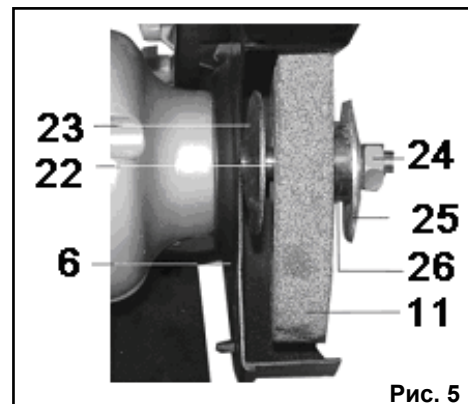

Рис. 5
11.1. Для замены шлифовального круга (11), Рис.5, необходимо:
- отключить шнур питания (13) от розетки
- демонтировать наружную крышку кожуха (6);
- скрутить гайку (24) со шпинделя (22);
- снять внешний фланец (25) и шлифовальный круг (11);
- демонтировать втулку (26);